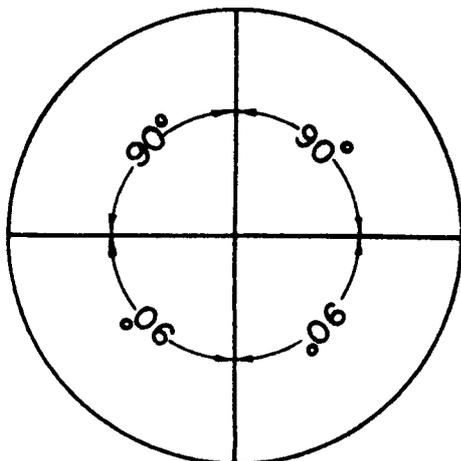

Fig.1
**Ângulo reto:** A unidade legal é o ângulo formado por duas retas que se cortam perpendicularmente, formando ângulos adjacentes iguais (fig.1). Esse valor, chamado ângulo reto ( $90^\circ$ ), é subdividido de acordo com os sistemas existentes.